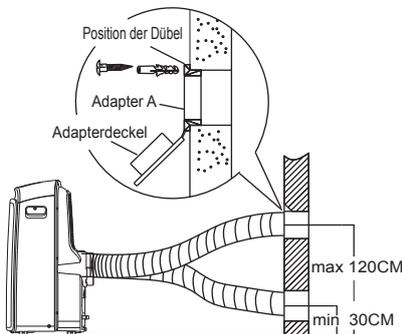

Abb. 18
1. Bereiten Sie die Bohrung in der Wand. Montieren Sie den Abluftadapter A an der Wandaußenseite mit den 4 Dübeln und Holzschrauben. Schrauben Sie den Adapter fest (Abb. 18).